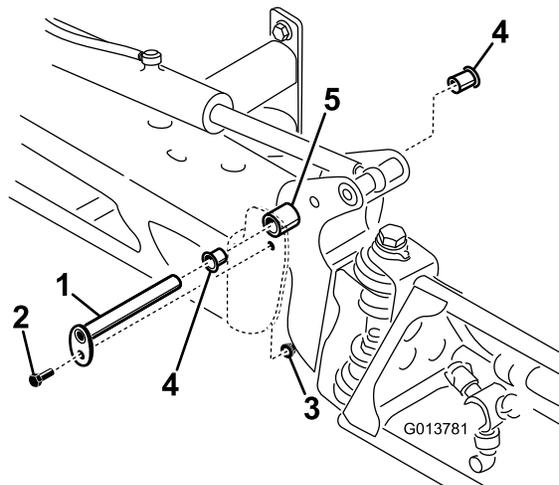

Figure 65
3. Lorsque le poids de la rampe est supporté, retirez le boulon et l'écrou de fixation de l'axe de pivot à l'ensemble rampe (Figure 65). Retirez l'axe de pivot.
5. Déposez et examinez les bagues en nylon à l'avant et à l'arrière du support de pivot (Figure 65). Remplacez les bagues défectueuses.
7. Montez l'ensemble rampe et support de pivot dans le bâti central en alignant les ouvertures (Figure 65).